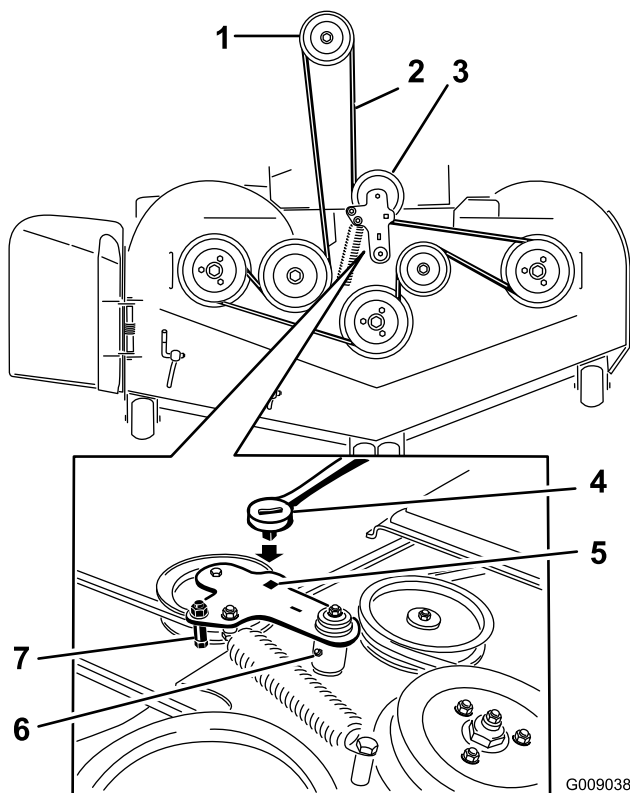

Figura 82
7. Utilice una llave de carraca en el taladro cuadrado del brazo tensor para aliviar la tensión del muelle tensor (Figura 82).
9. Retire la guía de la correa del brazo tensor tensado con muelle según lo ilustrado en Figura 82.
11. Pase la correa nueva alrededor de las poleas del cortacésped y de la polea del embrague, debajo del motor (Figura 82).
12. Instale la guía de la correa en el brazo tensor según se muestra en Figura 82.
13. Utilizando la llave de carraca en el taladro cuadrado, instale el muelle tensor (Figura 82).